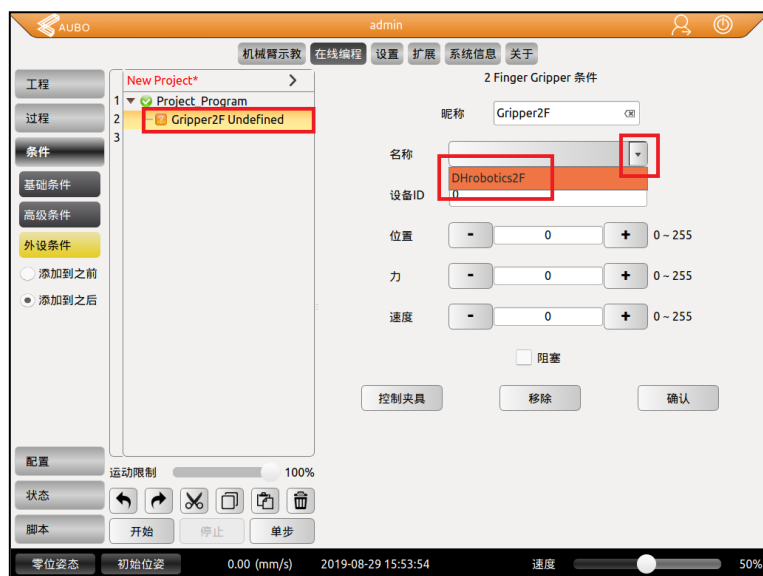

图 5.48 外设条件
7、选择夹爪名称 **DHrobotics2F**，如图 5.48 所示。